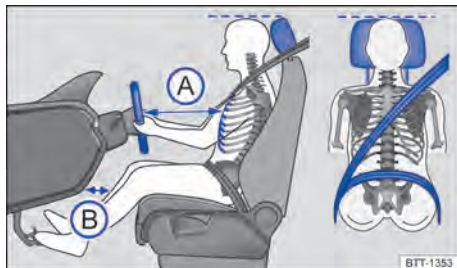

Fig. 22 Distancia correcta del conductor con relación al volante, posición correcta de la banda del cinturón de seguridad y ajuste correcto del apoyacabezas.
- Ajustar el asiento de modo que la distancia entre el volante y el tórax sea como mínimo de 25 cm → fig. 22 A y que el conductor pueda sujetar el volante del borde exterior con las dos manos y los brazos ligeramente flexionados.
- Ajustar el asiento del conductor de manera longitudinal para que los pedales se puedan accionar con las piernas ligeramente dobladas y la distancia entre el área de la rodilla y el tablero de instrumentos sea de al menos 10 cm → fig. 22 B.
- Ajustar el apoyacabezas para que su borde superior se encuentre preferentemente en la misma línea de la parte superior de la cabeza → fig. 22 – pero no por debajo de la altura de los ojos. Posicionar la parte posterior de la cabeza lo más cerca posible del apoyacabezas.